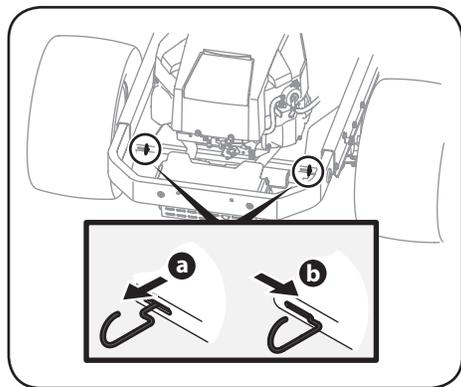

Figura 2-1
1. Enganche las varillas de derivación de la transmisión, una a cada lado del tractor, para mover el tractor manualmente sin ponerlo en marcha. Las varillas de derivación de la transmisión están ubicadas en la parte trasera del tractor, justo en el interior de las ruedas traseras. Enganche las varillas de derivación tirando de cada una hacia afuera (a) y hacia la derecha (b) para trabarlas en su lugar. Consulte Figura 2-1.
2. Después de mover el tractor, desenganche las varillas de derivación invirtiendo los pasos. Consulte Figura 2-1.